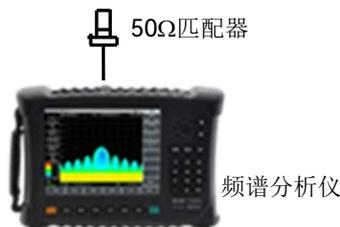

图 12-15 剩余响应测试设置
- 1) 按照图 12-15 连接测试仪器。在频谱分析仪信号输入端口上连接 50Ω 匹配器, 并如下设置频谱分析仪: